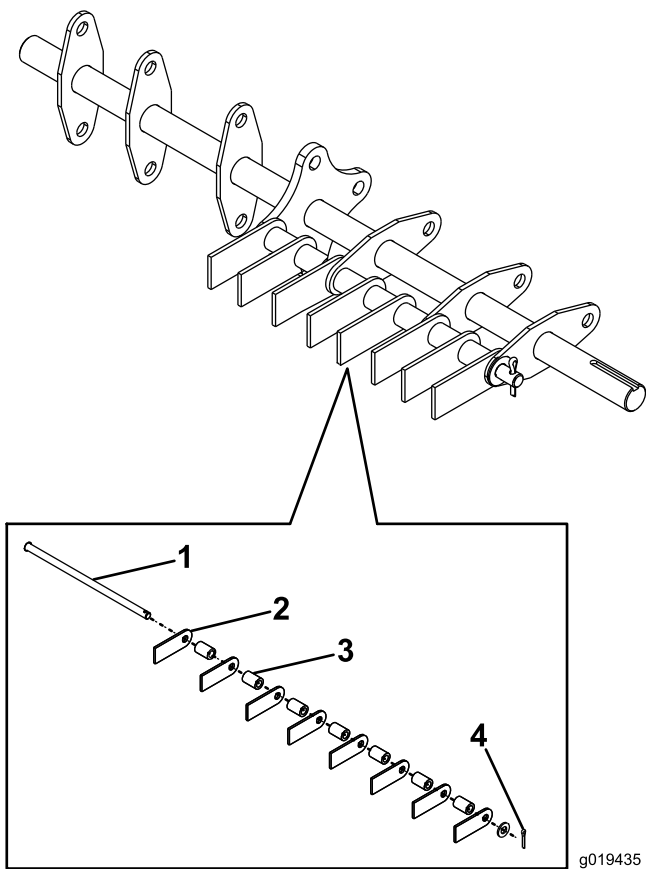

Figura 20
5. Retire la chaveta de la varilla que contiene las cuchillas desbrozadoras desgastadas (Figura 20).
6. Retire la varilla con cuidado para liberar las cuchillas desbrozadoras y los espaciadores (Figura 20).